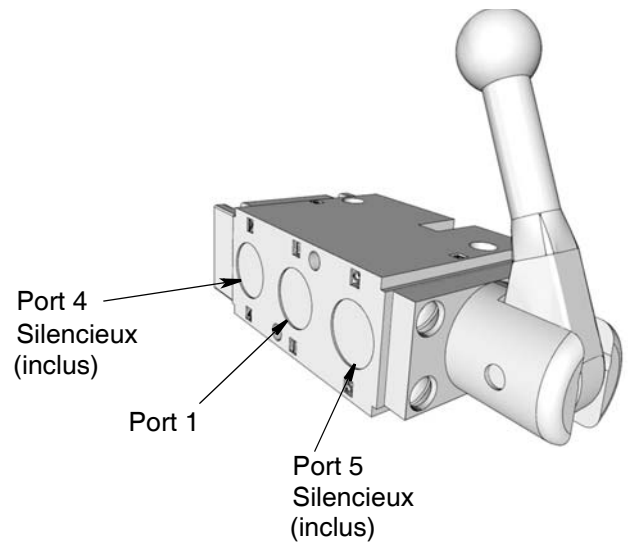

**FIG. 12**
**REMARQUE :** lorsque l'enrouleur est branché, la bobine devrait tourner dans le sens qui permet au flexible de s'enrouler sur la bobine. Le réglage d'usine de l'enrouleur est tel que le moteur tourne dans le sens inverse des aiguilles d'une montre lorsque l'on regarde la bobine côté moteur (extrémité opposée à l'arbre de transmission). Consultez la FIG. 12.
- Moteurs pneumatiques - inversez l'entrée et le silencieux du moteur pneumatique (FIG. 12, page 23).